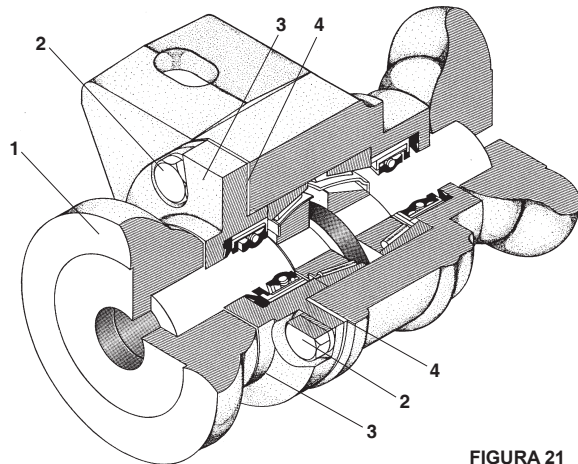

FIGURA 21
- Sacar la arandela 1, Figura 21.